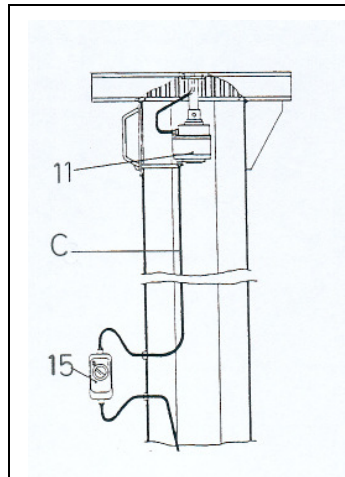

fig.43
2. Collegare il cavo **C** più lungo del collettore rotante all'interruttore di linea. **15** (fig.43)